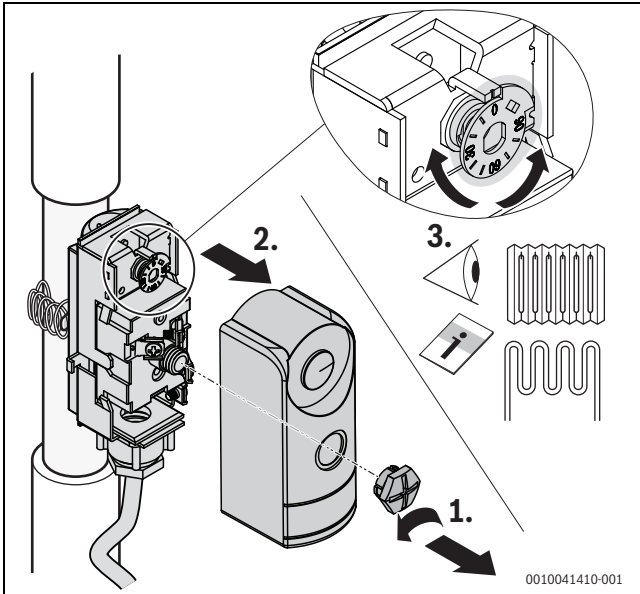

Bild 20 Temperatur einstellen
- Arretierschraube entfernen und Abdeckung des Temperaturwächters abnehmen (→ Bild 20).
- Abschalttemperatur an der Skala des Temperaturwächters entsprechend der Auslegung und Verträglichkeit der Heizungsanlage einstellen (→ Bild 20). Auf geeignete Temperatur für den Fußbodenbelag achten.